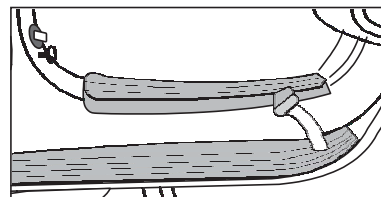

Abb. 26
5.1 **Fußhebelbremse:** Wirkt auf das Hinterrad. Den Fußhebel der Bremse drücken, um die Bremse zu aktivieren. Der Bremsweg, den der Roller benötigt, um zum Stehen zu kommen, wird von der Geschwindigkeit abhängen, mit der das Motorrad fährt, und von den Fahrgewohnheiten des Fahrers. (Abb. 26).